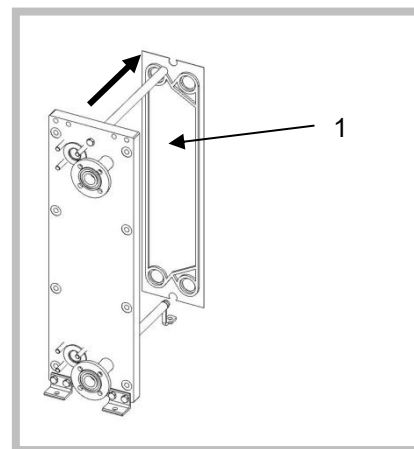

Рисунок 35
2. Пусть второй человек зафиксирует пластины теплообменника, чтобы они не соскальзывали. По отдельности выдвинуть пластины теплообменника [1] из несущей рейки (Рисунок 35).